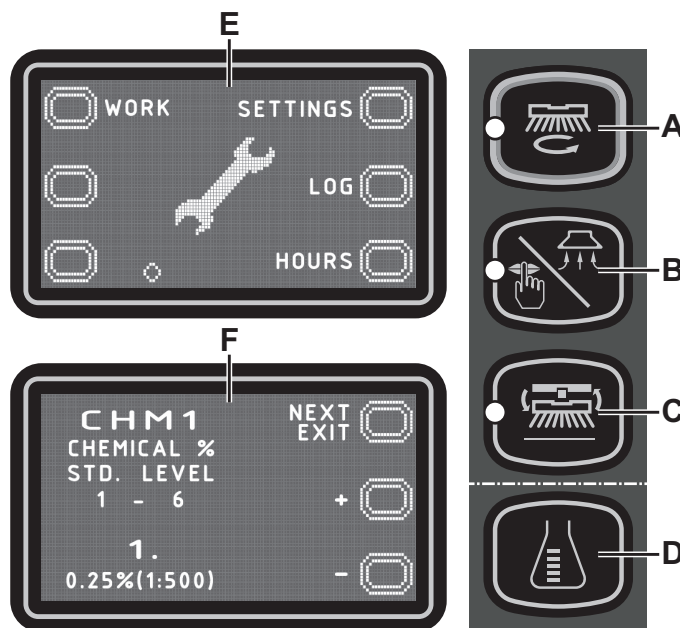

Abbildung 7
Hauptbildschirm (E, Abb. 7)
Bildschirm Geräteeinstellungen (F, Abb. 7)
Um zum Hauptbildschirm (E, Abb. 7) zurückzukehren, mehrmals die Taste (A) drücken.
Um zum Hauptbildschirm (E, Abb. 7) zurückzukehren, die Taste (A) drücken.